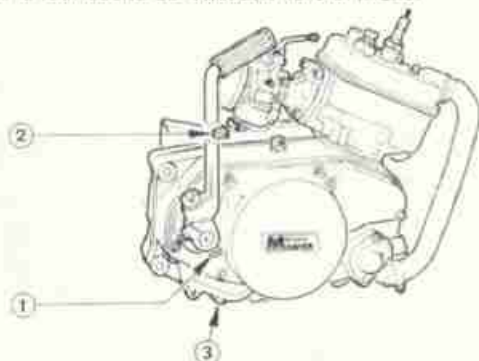

FIG. 1 Tappi olio
- 1) Prima di avviare per la prima volta il motore, controllare l'esatto livello dell'olio del cambio che dovrà fuoriuscire dall'apposito foro (n° 1 in fig. 1). Qualora non si verificasse tale condizione, aggiungere attraverso l'apposito foro di caricamento (n° 2 in fig. 1); olio con viscosità appropriata (vedi dati tecnici) fino a che non se ne risconterà la fuoriuscita dal suddetto foro di livello.
- 6) DOPO i primi 500 Km. sostituire l'olio cambio rimuovendo l'apposita vite di scarico posta sotto il motore (n° 3 in fig. 1) e si consiglia di eseguire tale operazione dopo una marcia prolungata in quanto il calore sviluppato durante il funzionamento renda più fluido l'olio agevolandone la fuoriuscita.
- 1) **TOGLIERE** l'olio dal motore rimuovendo l'apposita vite di scarico (n° 3 in fig. 1 pag. 4).